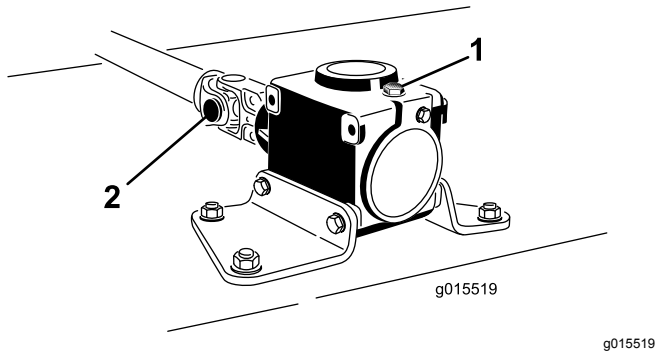

Bild 3
- Nehmen Sie den Spannstift aus dem Endjoch und der Getriebewelle (**Bild 3**). Bewahren Sie den Spannstift für später auf.
- Lösen Sie die zwei Kopfschrauben und Sicherungsmuttern (**Bild 3**).